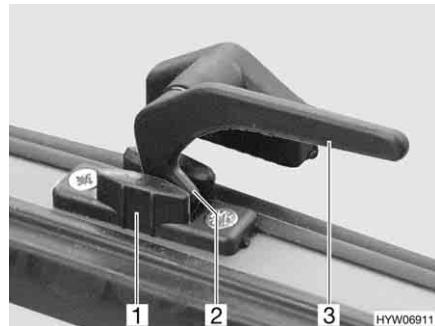

Fig. 22 Leva di serraggio in posizione "Aerazione continua"
- In posizione di "Aerazione continua" (Fig. 22)
- Ruotare la leva di serraggio (Fig. 22,3) di un quarto di giro verso il centro della finestra.
- Ruotare la leva di serraggio di un quarto di giro verso il telaio della finestra. Riportare contemporaneamente il nasello di chiusura (Fig. 22,2) nella rientranza della chiusura della finestra (Fig. 22,1).